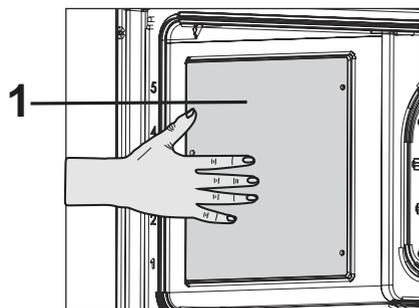

Fig. 32
*Tenere i pannelli catalitici con la mano per evitare la loro caduta sulle pareti laterali mentre si rimuove la griglia in filo metallico (Fig. 32).*